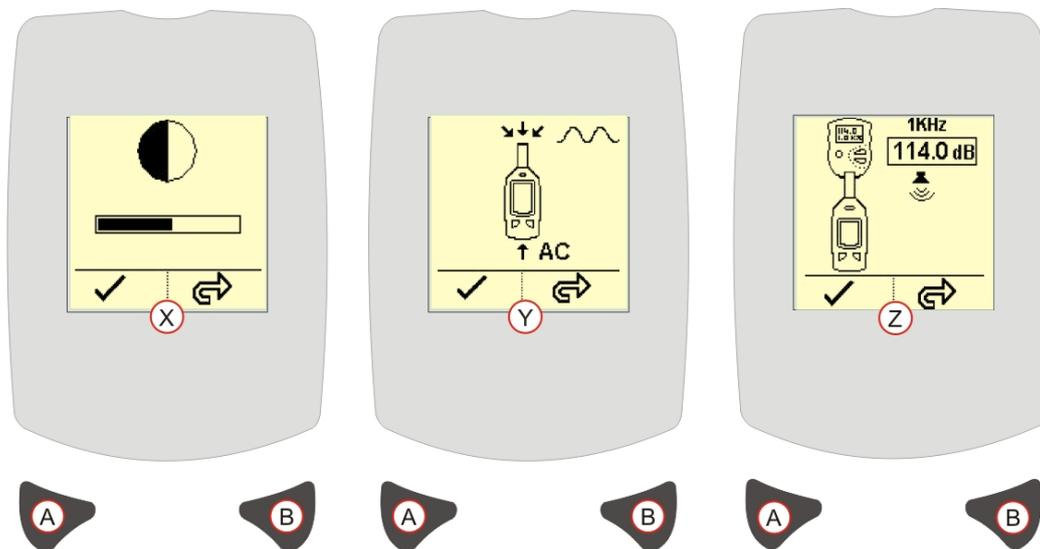

Figura 9 Menu de Configuração
O Menu de Configuração (Ver Figura 9) é usado para alterar o Contraste da Tela, o Nível de Calibração e a Fonte de Entrada de Sinal.
CONTRASTE DA TELA – [Figura 9, Referência X]. Pressionar o botão Direito (B) para ajustar o Contraste. Quando o contraste estiver ideal, pressionar o botão Esquerdo (A) para aceitar as alterações e prosseguir para a tela de Nível de Calibração.
FONTE DE ENTRADA DE SINAL – [Figura 9, Referência Y].
NÍVEL DE CALIBRAÇÃO – [Figura 9, Referência Z]. Esta tela é usada para definir o nível de saída nominal do calibrador acústico, ex. 114,0 dB. Pressionar o botão Direito (B) para ajustar o nível de calibração. Consultar o certificado de calibração do calibrador acústico para o nível de saída do calibrador. Pressionar o botão Esquerdo (A) para aceitar as alterações e seguir para a tela principal de medição.